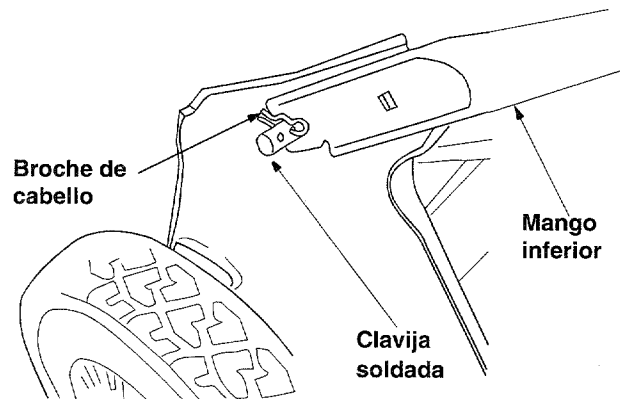

Figura 3
- Inserte el broche del cabello dentro del orificio interior de la clavija soldada. Repita del otro lado. Vea el recuadro de la Figura 3.